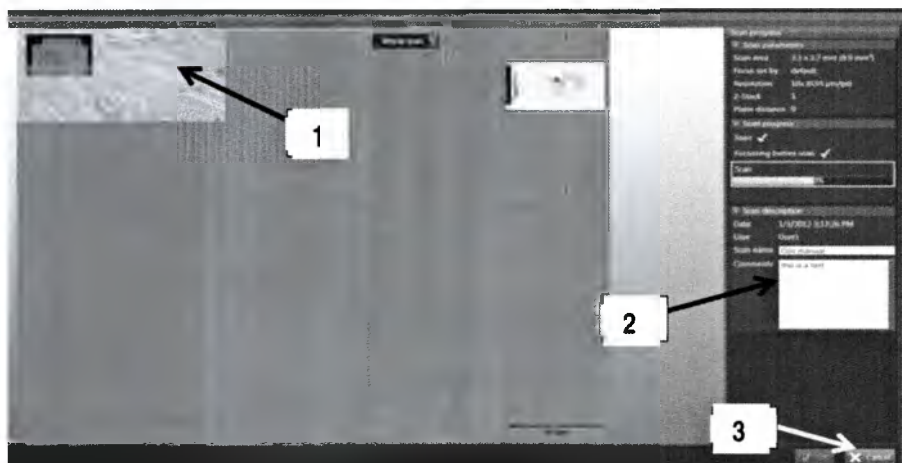

Рисунок 43
- В любой момент увеличить изображение для проверки его качества (рисунок 43, 1);
- Ввести текст в разделе комментариев и определить уникальное имя для сканируемого изображения (2),
- Прервать процесс сканирования (3).